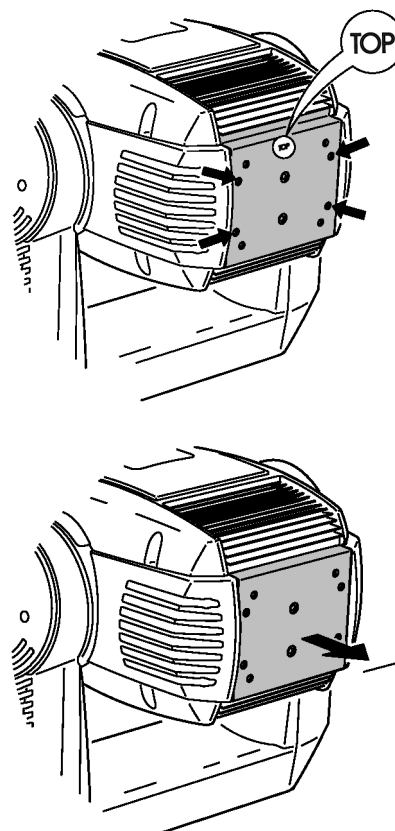

Figure 4 : accès à la lampe
- 2 Retirez les 4 loquets $\frac{1}{4}$ de tour repérés par une flèche sur la figure 4. Retirez le support de lampe au maximum et laissez-le pendre.